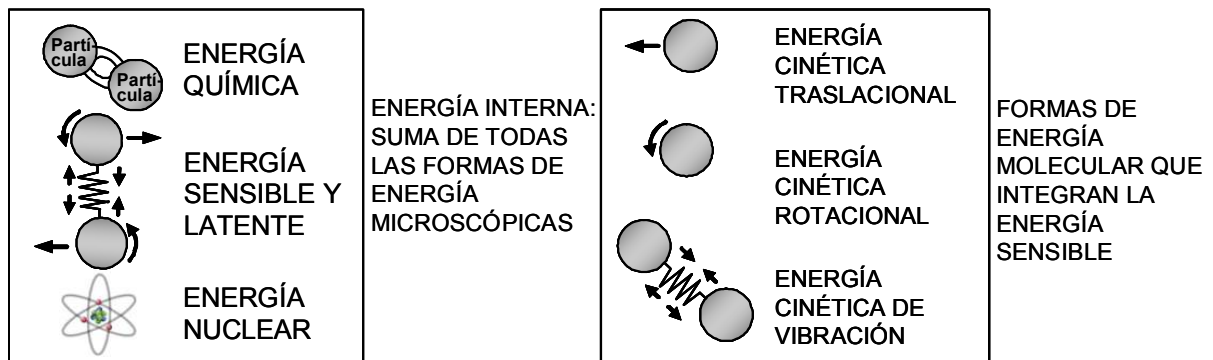

Figura 3. Energía interna5
Toda materia está constituida por partículas: átomos, iones y moléculas que están asociadas a formas de *energía microscópicas* relacionadas con su estructura molecular y grado de actividad. Todas las partículas que forman la materia se encuentran en constante movimiento (energía cinética) por lo que se habla entonces de *energía sensible* (Ver Figura 3). La energía interna asociada con las fuerzas intermoleculares de una fase (sólida, líquida, gas) se conoce como *energía latente*. La energía asociada con los enlaces atómicos se llama *energía química* y cambia cuando suceden reacciones químicas. Finalmente, se tiene la *energía nuclear* la cual está relacionada con los enlaces dentro del núcleo de un átomo. Y la suma de todas estas formas de energía microscópicas es lo que se conoce como **energía interna, U**. (1)